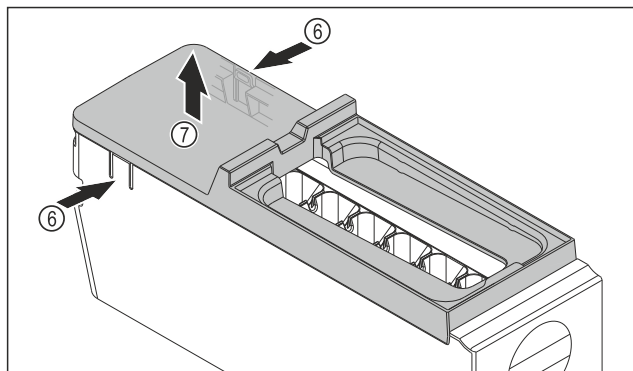

Fig. 88
- Abdeckung des EasyTwist-Ice-Korpus entnehmen: Laschen Fig. 88 (6) an den beiden Seiten des EasyTwist-Ice-Korpus mit einer Hand drücken.
- Abdeckung Fig. 88 (7) mit der anderen Hand nach oben entnehmen.